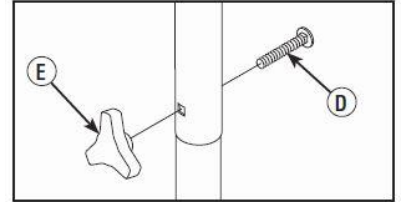

Fig. 2
2. Inserte el pernos de cabeza redonda (D) del soporte a través de los orificios desde exterior la unidad y sujete una pomos de plástico (E) desde el interior de la misma unidad. Apriete con la mano. (See Fig. 2)